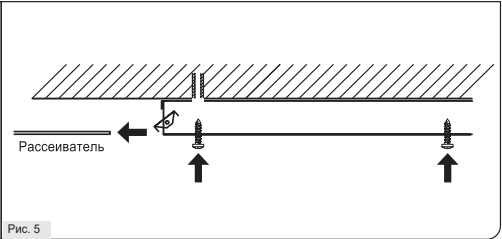

Рис. 5
- 2.3. Установите светильник на опорную поверхность или присоедините подвесы через отверстия (Рис. 5). Подвесы и крепления для накладного монтажа в комплект поставки не входят.